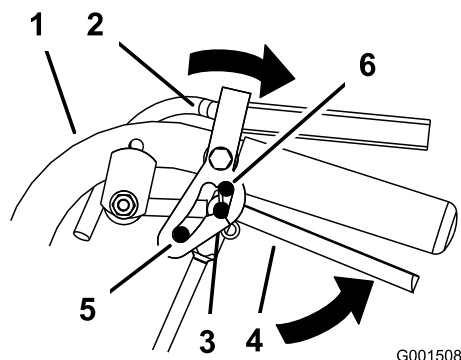

Figure 10
2. Placez les pouces sur la partie supérieure des verrous et ramenez-les en arrière jusqu'à ce que les ergots soient engagés à la position POINT MORT (Figure 10).